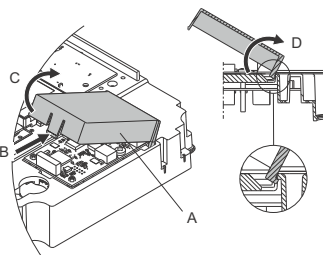

Fig. 73 Sådan afmonterer du CIM-dækslet
2. Fjern CIM-dækslet (fig. 73, pos. A) ved at trykke på låsebrikken (fig. 73, pos. B) og løfte enden af dækslet (fig. 73, pos. C). Løft derefter dækslet af krogene (fig. 73, pos. D).